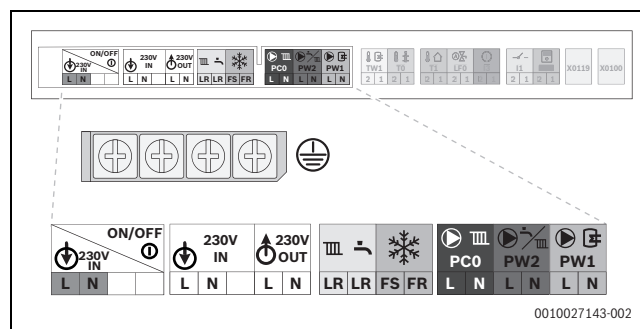

Bild 136 Netzspannungsbereich: Klemmleiste
- Kabel an der Klemmleiste für externes Zubehör (→ Bild 136 und Bild 137) anschließen.